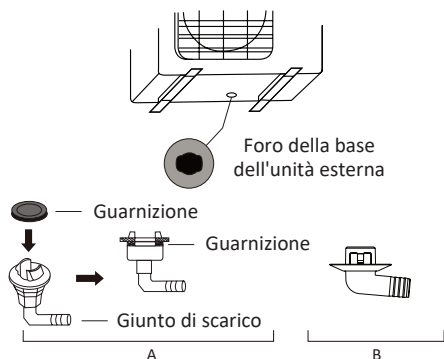

Fig. 63
- Se il giunto di scarico è dotato di una guarnizione in gomma (vedere la "Fig. 63"/A), procedere come segue:
- Se il giunto di scarico non è dotato di una guarnizione di gomma (vedere la "Fig. 63"/B), procedere come segue: